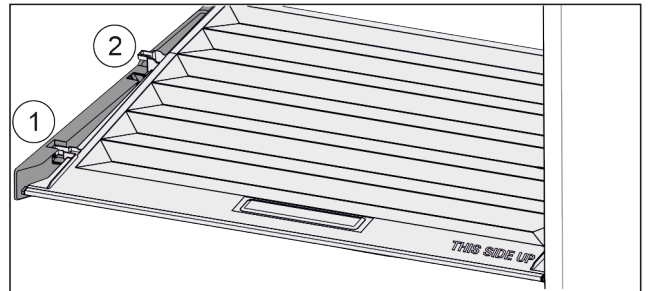

Fig. 31
- Veko potiahnite dopredu až k otvoru v prídržných dieloch Fig. 31 (1).
- Vzadu ho nadvihnite zospodu a zložte smerom nahor Fig. 31 (2).